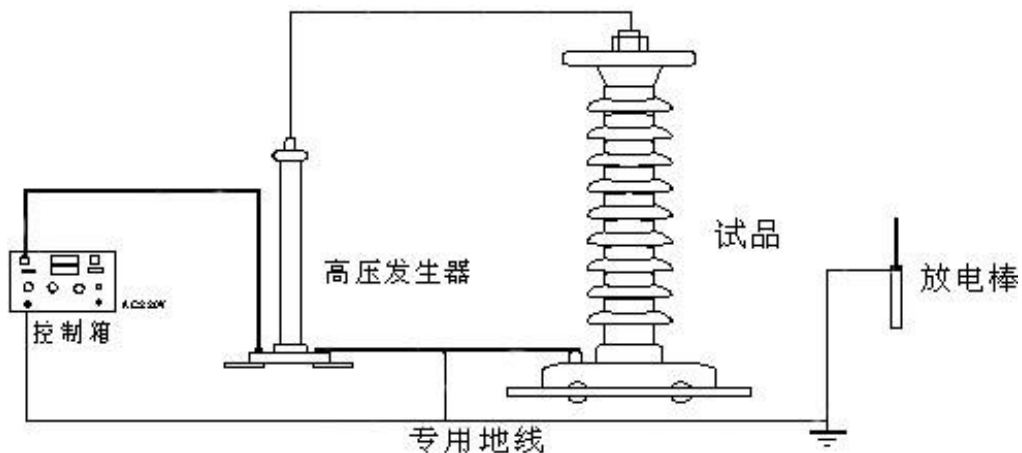

图 6 专用地线使用
5.1.2 将机箱、倍压筒放置到合适位置分别联接好电源线、电缆线和接地线。保护接地线与工作接地线以及放电棒的接地线均应单独接到试品的地线上（即一点接地）。严禁各接地线相互串联。为此，应使用一专用接地线。（见图 6）